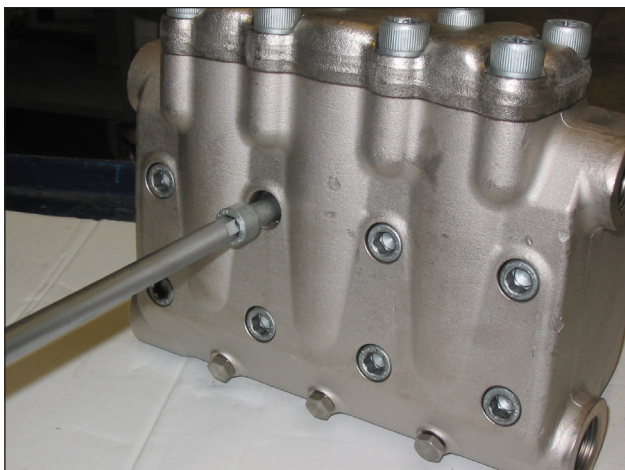

Fig. 29
- A) Svitare le viti fissaggio testata M12x150 come indicato in Fig. 29.